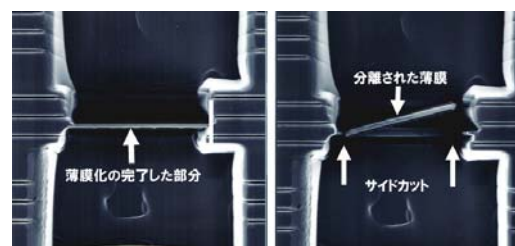

Fig. 2-5 切り離し加工
- ② 試料傾斜を水平に戻し、さらに加工を行い膜厚 $0.1 \mu\text{m}$ 以下まで薄膜化する(Fig. 2-5左)。
- ③ 薄膜化完了後、薄膜のサイドカット（薄膜左右両辺をイオンビームにより切りこみを入れる）を行い、試料母材から完全に切り離す(Fig. 2-5右)。その後、試料をFIBチャンバより取り出し、ピックアップシステムの光学顕微鏡のステージに移す。